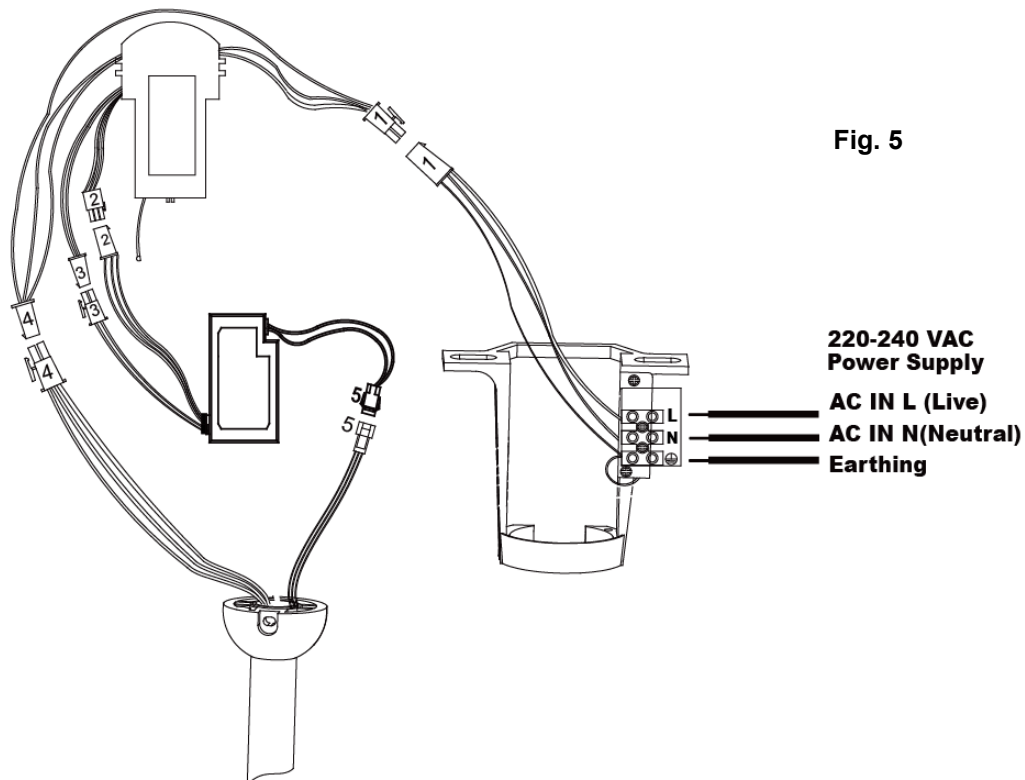

Fig. 5
2. Consultez le schéma de câblage prévu pour la connexion/installation électrique. **Fig.5.**
3. Après avoir terminé le câblage électrique au terminal du support de montage et le raccordement des câbles d'entrée de la puissance du récepteur à distance et le câblage fixe via les 4 ports de connecteurs rapides (1); connectez les câbles d'entrée de la puissance de commande de LED et la puissance de réception à distance via les 2 ports de connecteurs rapides (3); connectez les câbles d'entrée du signal PWM de la commande de DEL et câbles de sortie du signal PWM du récepteur à distance via les 3 ports de connecteurs rapides (2); connectez la sortie du ventilateur du récepteur à distance et les câbles d'entrée du moteur via les 4 ports de
connecteurs rapides (4); également connecter les câbles de sortie de la commande de DEL et les câbles de la lampe de la DEL via les 3 ports de connecteurs rapides (5). **Fig. 5**